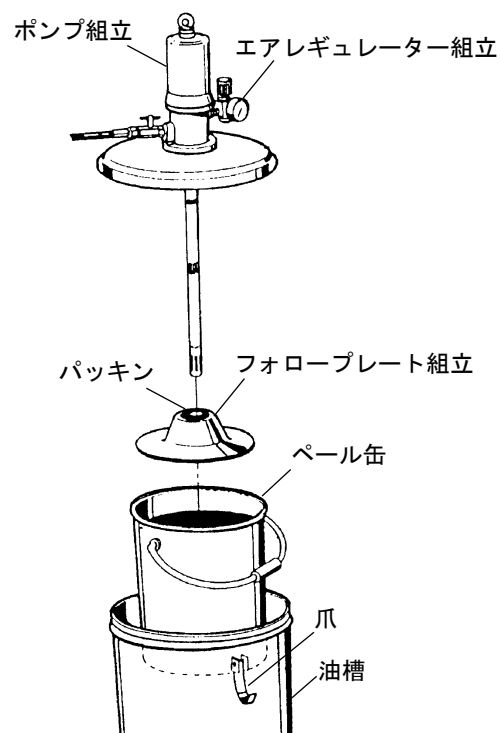

Fig. 1
- 4) フォロープレート組立を向きに注意しながらグリースの表面に平らに置き、中央のパッキン部からグリースが出る位まで、手でもみ込むようにして下方に押し付けてください（Fig. 1）。
- 6) ポンプ吐出口に付属の高圧ホースと高圧グリースガンを取り付け、各接続部を確実に締め付けてください（Fig. 1）。